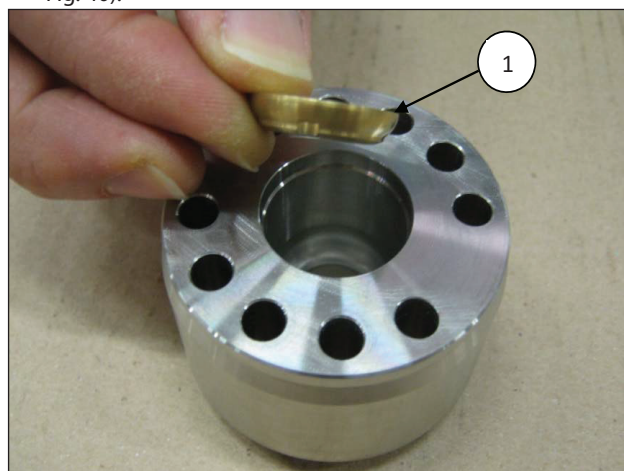
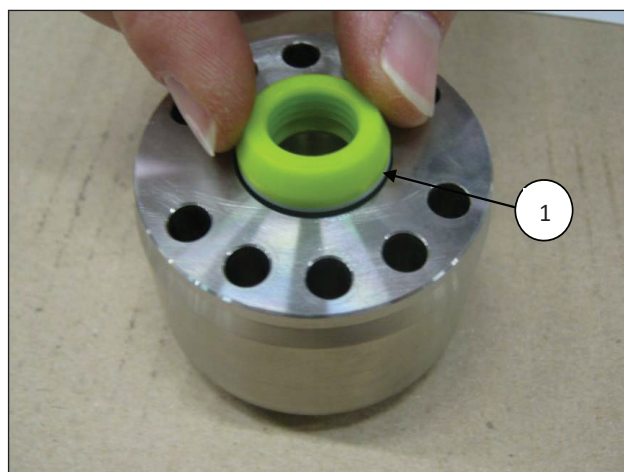
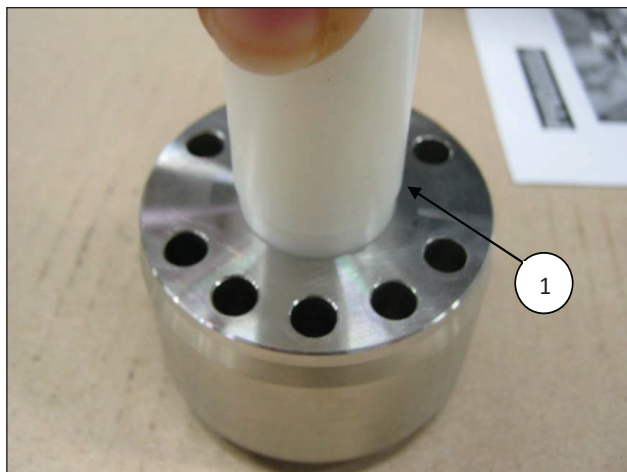

Fig. 38
Fig. 39
Fig. 40
- Introducir en el soporte de juntas H.P. el anillo de cabecera (pos. ①, Fig. 38) y, a continuación, el paquete H.P. (alta presión); para evitar daños debido a la ligera interferencia entre la junta y el soporte de las juntas HP, se recomienda utilizar un tampón de material plástico (pos. ①, Fig. 39 y Fig. 40).
La junta H.P. se ha de introducir en la soporte como se indica en la Fig. 39 y la Fig. 41.